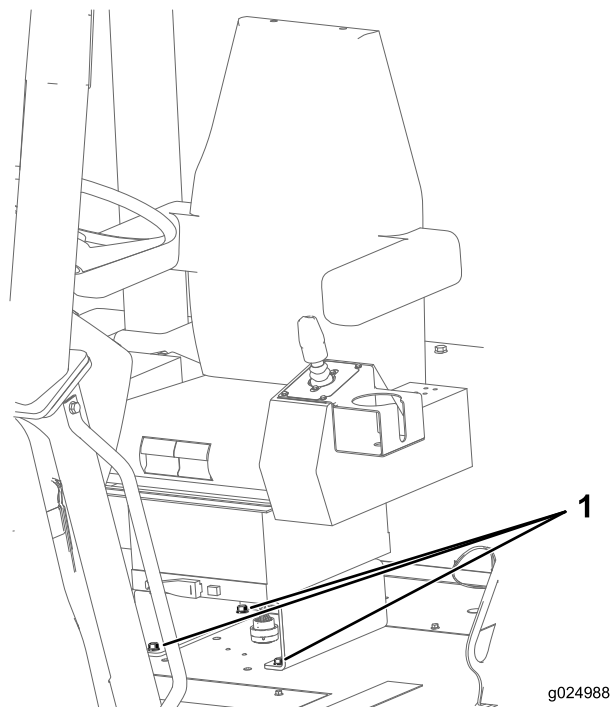

Figura 113
1. Controllate che i bulloni che fissano il sedile al telaio della macchina siano serrati a una coppia di 27–34 Nm; fate riferimento a Figura 113.